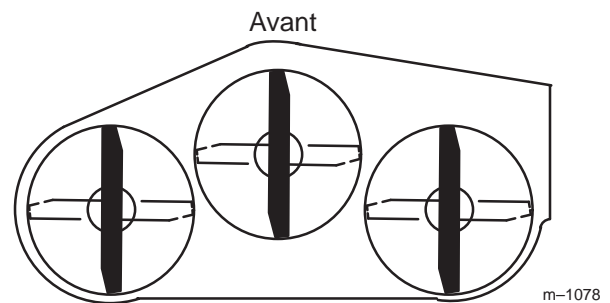
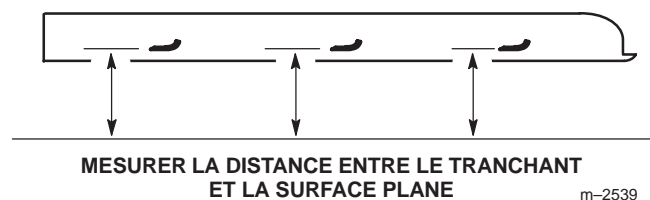

Figure 30
Figure 31
1. Tournez les lames pour qu'elles soient toutes dirigées dans le sens longitudinal (Fig. 30). Mesurez la distance entre la surface plane et le tranchant des lames (Fig. 31) et notez cette valeur.